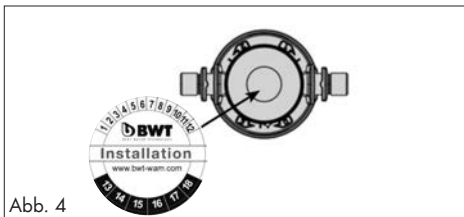

Abb. 4
7. Auf der beigelegten Einbauplakette das Datum (Monat/Jahr) der Installation kennzeichnen und auf den Filterkopf kleben (siehe Abb. 4)